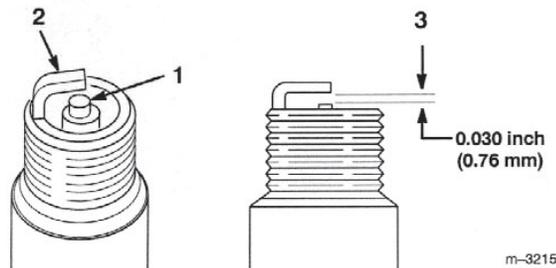

図 49
1. まず、点火プラグ中央 (図49) を観察する。絶縁体部分がうす茶色や灰色なら適正、碍子が黒くなっているのは不完全燃焼である (エアクリーナの汚れが原因であることが多い)。
2. プラグの電極間のエア・ギャップ (図49) を点検し、調整は側面電極をまげて行う。